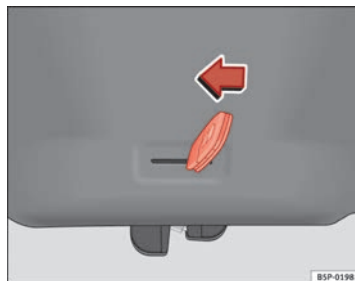

Abb. 68 Heckklappe: Notöffnung
- Den Schlüsselbart in den Schlitz stecken und das Verriegelungssystem entriegeln, indem der Schlüssel von rechts nach links in Richtung Pfeil bewegt wird ⇒ Abb. 68.